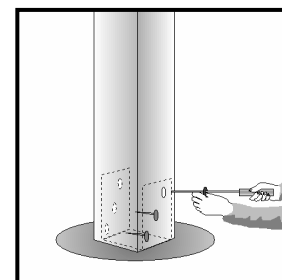

Rys. 21
5. Przyłożyć kotwę i za pomocą śrub przykręcić kotwę do podłoża. Rys.21